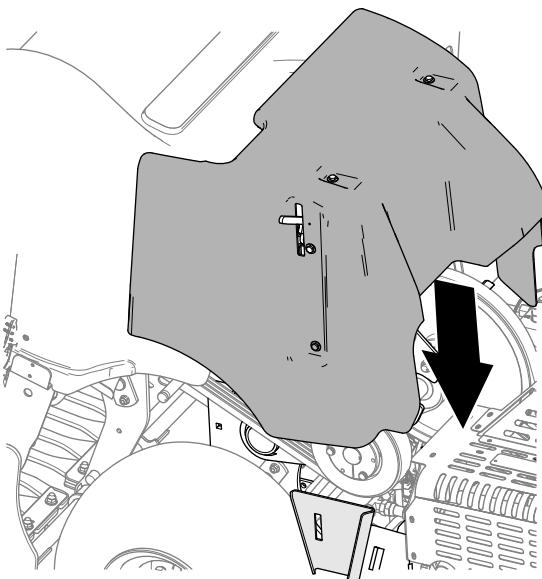

Figure 145
2. Baissez le protège-courroies (Figure 145).